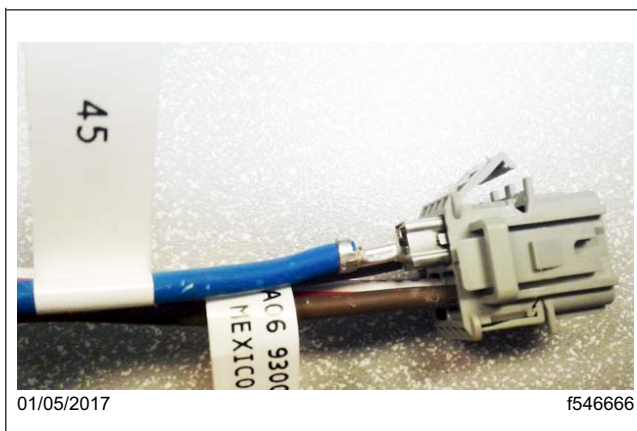
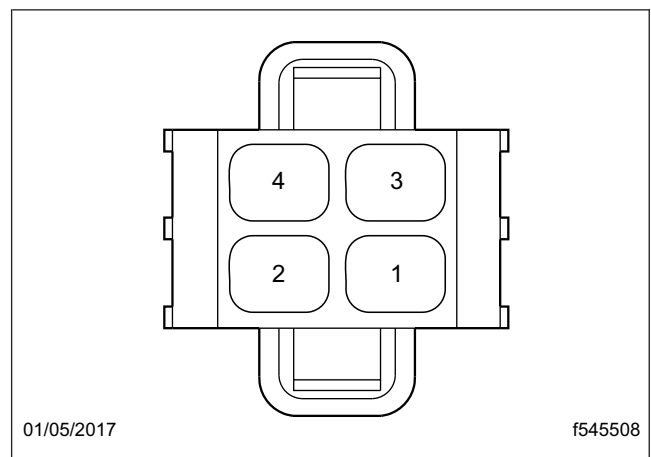

Fig. 4, Fil 45 dans le connecteur 55B
Fig. 5, Configuration des broches 55B (vue du point d'insertion)
- Insérez le circuit 45 (bleu foncé) du faisceau de câblage A06-93209-000 dans la cavité 1 du connecteur 55B. Reportez-vous à la figure 4 et la figure 5.